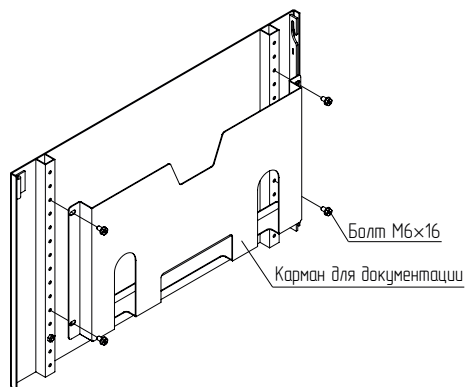

Рисунок 46
4.17.3 Закрепить карман для документации на вертикальных рейках двери на нужной высоте болтами M6×16. Момент затяжки – 7 Н·м. (рисунок 46). Болты приобрести отдельно.